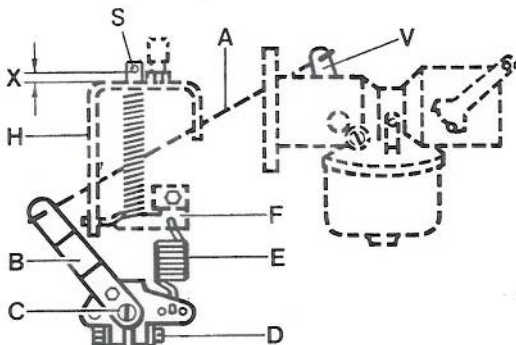

Bild 6
1. Reglerfeder (E, falls nicht anders angegeben) in das mittlere Loch des Hebels (B) und Federführung (F) einhängen.
2. Hebel (B) mit Verbindungsstange (A) auf die Reglerwelle (C) schieben und gleichzeitig Verbindungsstange (A) in den Hebel (V) an der Drosselklappe einführen.
3. Drosselklappe in Leerlaufstellung bringen und Hebel (V) so stellen, dass zwischen Anschlagstift (S) und Oberkante des Halters (H) ein Abstand von 2 mm besteht (X, Bild 6). Hebel (V) auf Drosselklappenwelle festklemmen.
4. Schraube (D) des Hebels (B) leicht anziehen. Hebel (B) nach rechts drücken und mit Schraubenzieher Achse (C) nach links bis zum Anschlag drehen. Dann Hebel (B) nach links bis zum Anschlag drängen und Schraube (D) endgültig festziehen.